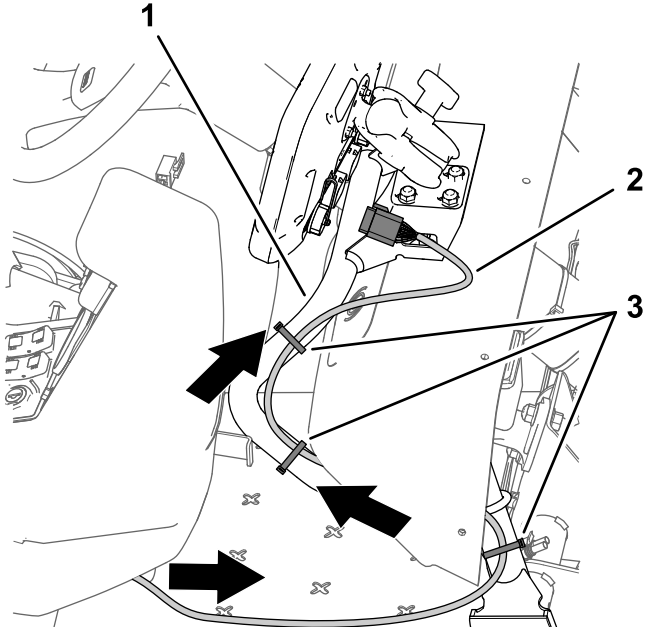

Figura 207
1. Enrute la rama de 220 cm del arnés de datos (la rama del arnés con el conector hembra de 26 vías) hacia adelante y por debajo del salpicadero (Figura 207).
2. Enrute la rama de 220 cm del arnés de datos por el tubo de sujeción del monitor (Figura 207)
4. Asegúrese de que la rama de 220 cm del arnés de datos tiene suficiente holgura para que el operador del fumigador pueda ajustar la posición del monitor, y sujete el arnés al tubo de sujeción del monitor con bridas, según se muestra en Figura 207.